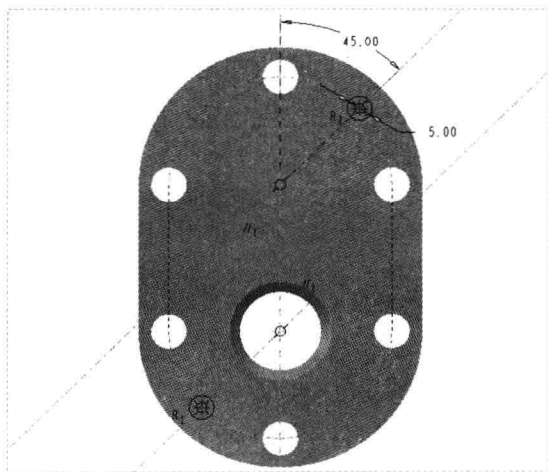

图 18-53 绘制截面 4
Step 09 采用与上同样的方法,使用“拉伸”命令,弹出“拉伸”选项卡,在绘图区选择合适的平面作为草绘平面,进入草绘环境;单击“草绘”选项卡中的相应按钮,绘制截面,如图 18-53 所示;单击“关闭”面板中的“确定”按钮 ,完成截面绘制并退出草绘环境。